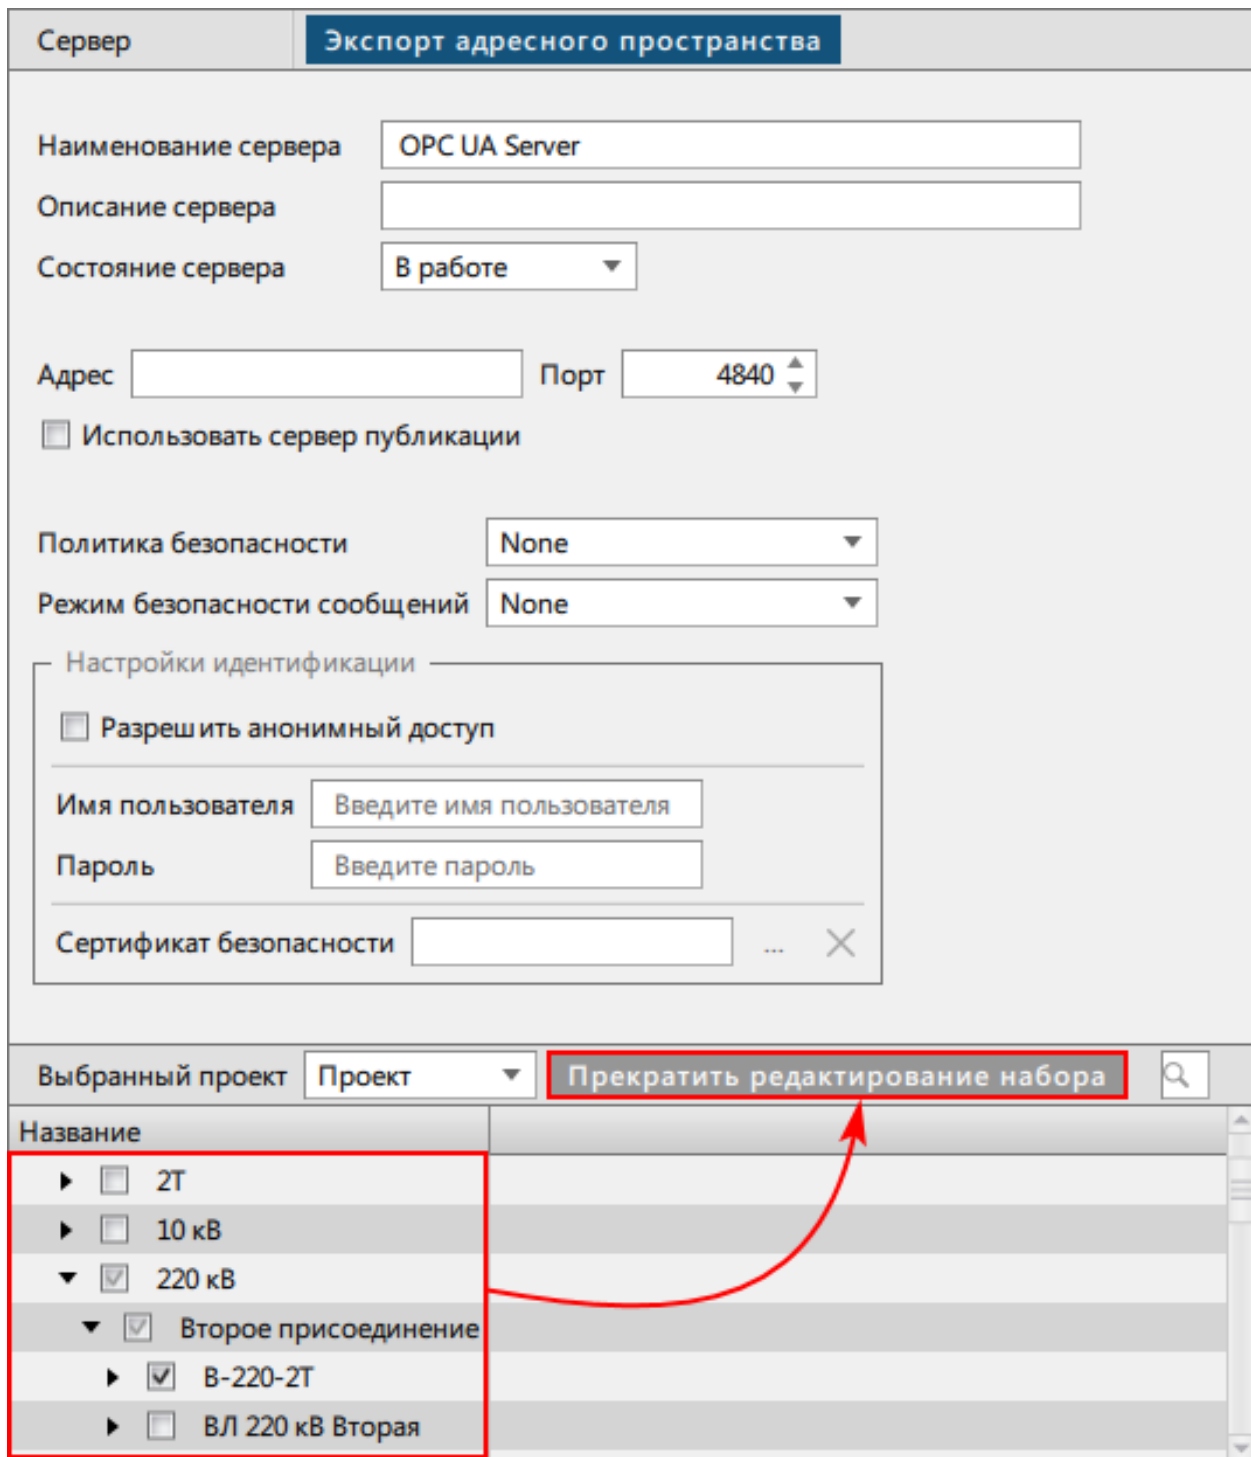

Рисунок 226 - Прекратить редактирование набора
4. Отметьте чекбоксы у сигналов, которые будут передаваться, и нажмите **Прекратить редактирование набора** (Рисунок 226) (см. раздел Выключатель).